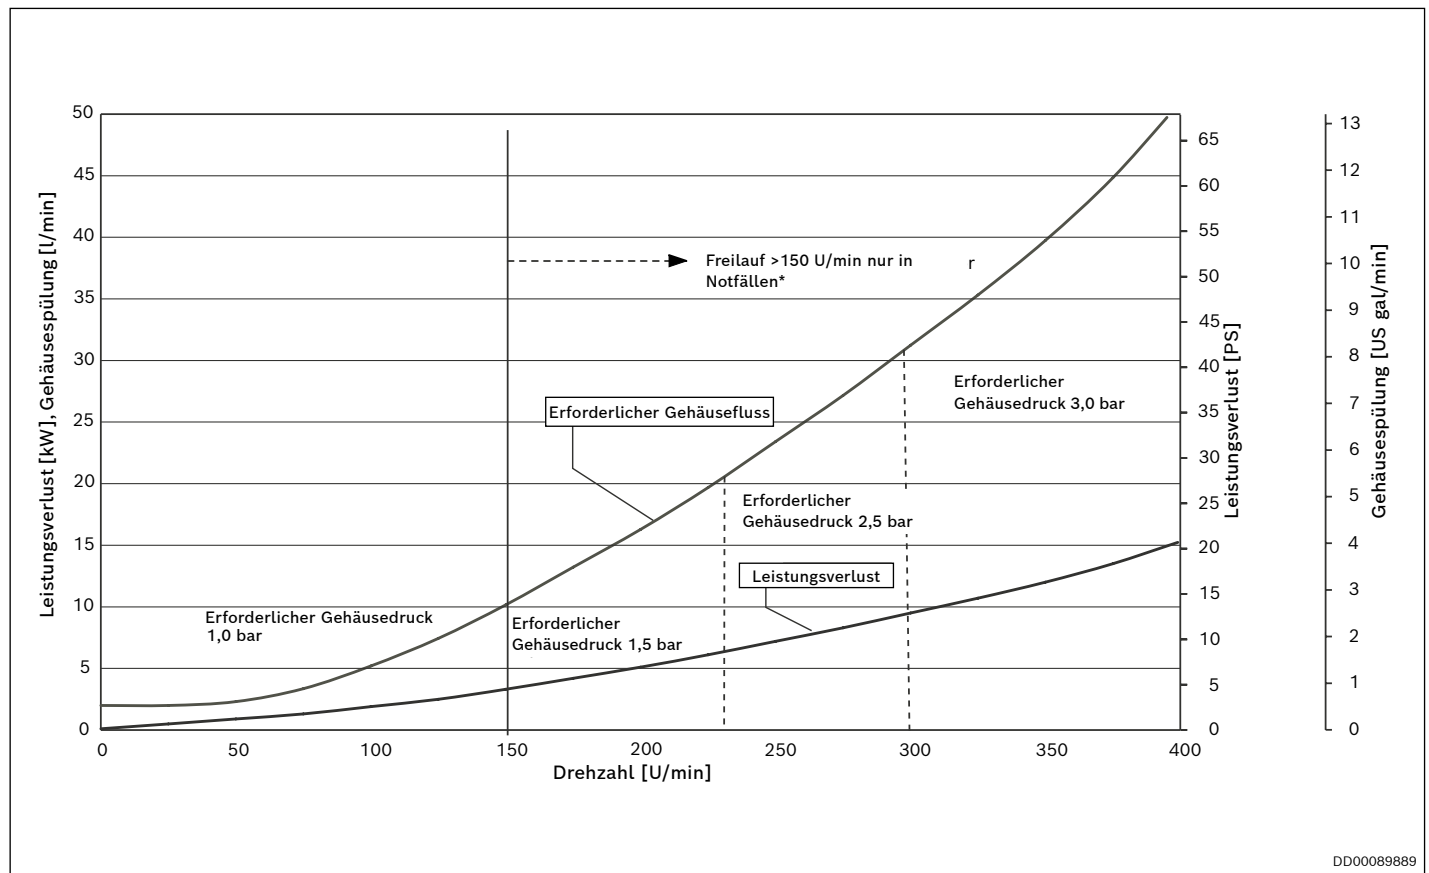

Abb. 56: Leistungsverlust bei Freilauf, Ölviskosität 40 cSt (187 SSU)
3. Beaufschlagen eines Leckölanschlusses des Motors mit ausreichendem Druck (siehe Abb. 56 (erforderlicher Gehäusedruck)).
- Der Motor muss während des gesamten Freilaufmodus mit Druck beaufschlagt sein, siehe *Abb. 56*.
- Der Motor muss während des gesamten Freilaufmodus gespült werden, siehe *Abb. 56*.
Es kann ein Druckspeicher verwendet werden, um das Einfahren der Kolben in den Zylinderblock zu beschleunigen, siehe *Abb. 56*.
Im Freilauf kommt es, auch wenn die Reibung in den Lagern und die Strömungsverluste in den Hauptleitungen auf ein Minimum begrenzt wurden, zu Leistungsverlusten. Diese resultiert aus der viskosen Reibung zwischen den sich bewegenden und den feststehenden Teilen. Dieser Leistungsverlust ist dargestellt im Diagramm, Abb. 56.
Es ist eine Gehäusespülung erforderlich, um eine Überhitzung des Motors zu vermeiden., siehe Diagramm Abb. 56.
Für einen korrekten Freilauf muss ein Gehäusedruck gemäß Abb. 56 gewährleistet sein.